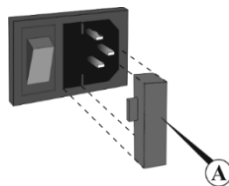

Рисунок 6. Замена предохранителя
- Откройте держатель предохранителя, выдвинув его (рис. 6/A).